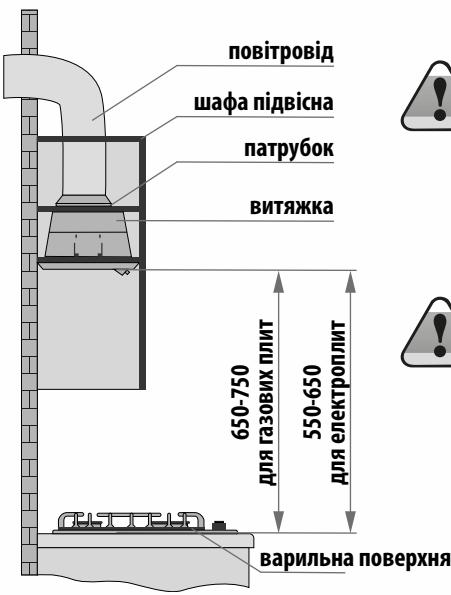

рис. 2.3
**Дотримуйтесь мінімальної відстані між поверхнею встановлення посуду на варильної панелі і нижньою частиною витяжного приладу. Ця відстань повинна становити не менше 65-75 см над газовими приладами та 55-65 см над електричними (рис. 2.3).**